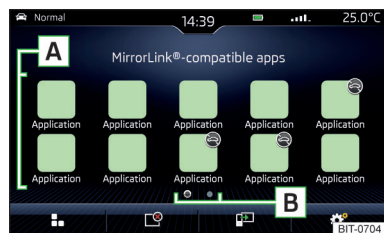

Abb. 220
► Im Hauptmenü der MirrorLink®-Verbindung die gewünschte Anwendung im Bereich **A** » **Abb. 220** auf **Seite 193** auswählen.
» **Abb. 220** auf **Seite 193** antippen, die zuletzt angezeigte Anwendung wird angezeigt.
Möchte man eine andere Anwendung anzeigen, dann ist im Hauptmenü der MirrorLink®-Verbindung die Funktionsfläche der gewünschten Anwendung **A** » **Abb. 220** auf **Seite 193** anzutippen.